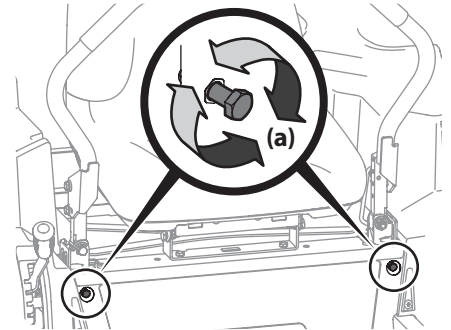

Figure 44
- Repérez les boulons de réglage (a) des barres de conduite à l'avant du châssis du siège. Voir Figure 44.